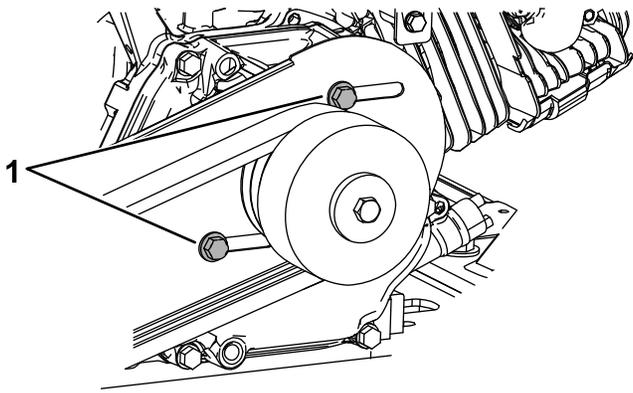
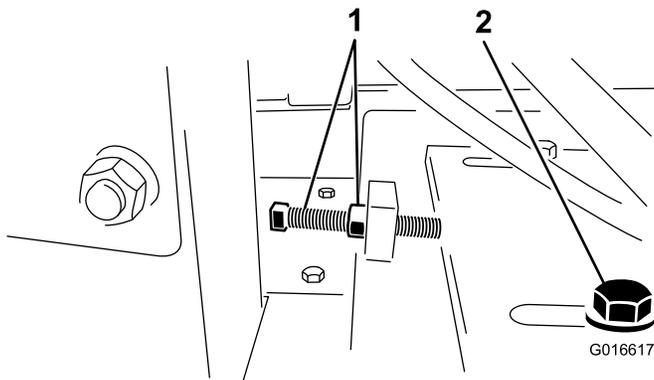

Figure 25
Figure 26
5. Desserrez les 4 boulons de fixation de la plaque de support du moteur et les 2 boulons qui fixent l'arrière du protège-courroie au moteur (Figure 25 et Figure 26).
6. Desserrez le boulon de tension de la courroie et l'écrou de blocage. Faites glisser le moteur vers le carter du volant moteur pour détendre la courroie (Figure 26).
6. Desserrez le boulon de tension et l'écrou de blocage de la courroie, et faites glisser le moteur vers le carter du volant moteur pour détendre la courroie (Figure 26).